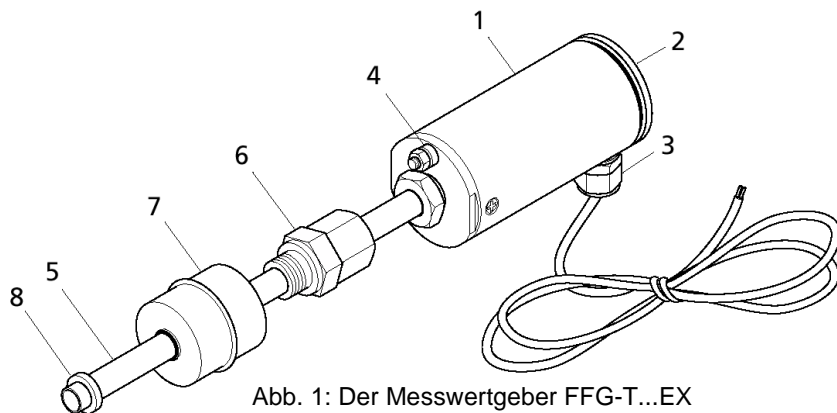

Abb. 1: Der Messwertgeber FFG-T...EX
Der Aufbau der FFG-T...EX ist als Ausführung mit Einschraubkörper in Abb. 1 dargestellt. Im Sondenkopf (1) des FFG-T...EX befindet sich der durch den Deckel (2) geschützte Anschluss- und Justagebereich. Der elektrische Anschluss erfolgt über eine M16x1,5-Kabelverschraubung (3) oben am Sondenkopf und den Erdungsanschluss (4) unten am Sondenkopf. Auf dem Sondenrohr (5) sitzt zur höhenverstellbaren Montage im Behälter ein Einschraubkörper (6) (Schneidringverschraubung G1/2, SW27) oder ein Flansch (nicht dargestellt).